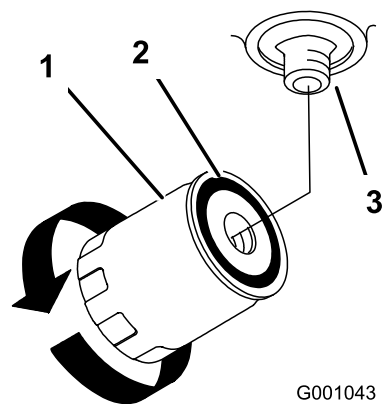

Bild 77
4. Entfernen Sie den Altfilter und wischen die Dichtfläche am Anbaustutzen (Bild 77) ab.
6. Setzen Sie den Ersatzfilter auf den Filterstutzen. Drehen Sie den Ölfilter nach rechts, bis die Gummidichtung den Anbaustutzen berührt. Ziehen Sie ihn dann um eine weitere 1/2 Umdrehung fester (Bild 77).